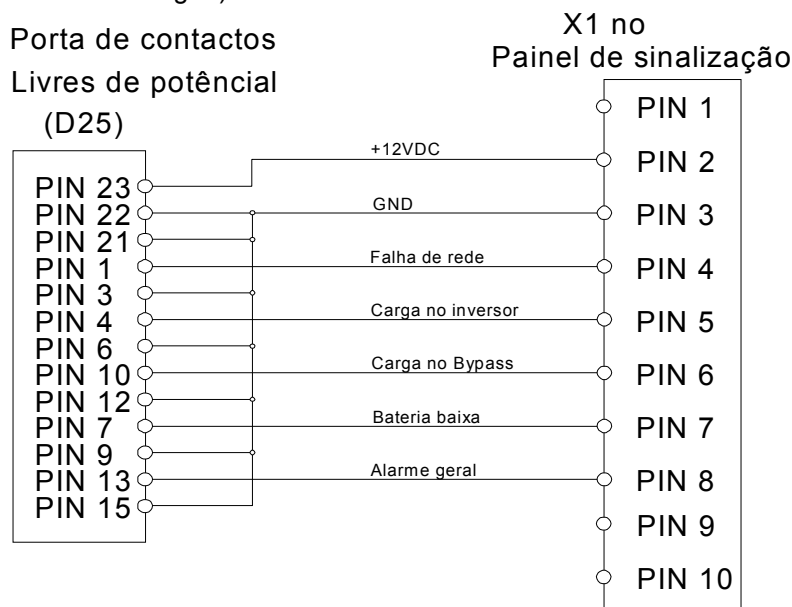

Fig. 6: Conexão do Painel de Sinalização à distância (RSP) à UPS
- Ligar os condutores, na outra extremidade do cabo, ao Painel de Sinalização à Distância - X1 (segundo o desenho da Fig. 6)